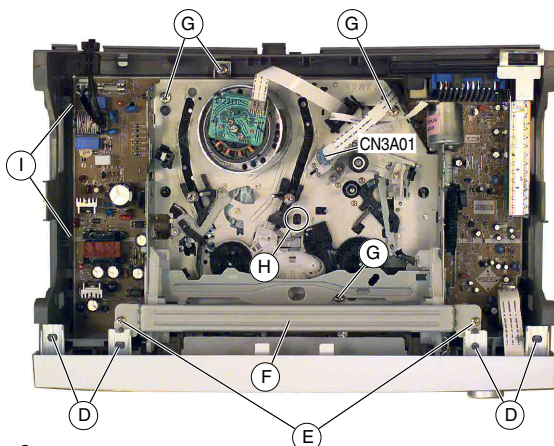

Fig. 3
- Frontblende an der Unterseite nach vorne klappen und an den oberen Haken (D) (Fig. 3) aushängen.
- 2 Schrauben (E) (Fig. 3) herausdrehen und Bügel (F) abnehmen.
- Steckverbindung zum Kombikopf (Fig. 3, CN3A01) lösen.
- 4 Schrauben (G) (Fig. 3) herausdrehen.
- Beim Aufsetzen des Laufwerkes auf die Chassisplatte ist darauf zu achten, dass die Sendediode LD601 für Bandanfang- und Bandende-Kennung durch das Loch (H) (Fig. 3) des Laufwerkes geführt wird. Das Laufwerk muss leicht auf der Chassisplatte aufzusetzen sein, damit die Steckverbindungen zur Chassisplatte richtig kontaktieren.
- Turn the lower edge of the front panel towards the front and detach the panel from the upper clamps (D) (Fig. 3).
- Undo the 2 screws (E) (Fig. 3) then remove the bow (F).
- Unplug the plug-in connector to the combi head (Fig. 3, CN3A01).
- Undo the 4 screws (G) (Fig. 3).
- When placing the drive mechanism on the chassis board make sure that the transmitter diode LD601 for the tape beginning and tape end detection is passed through the hole (H) (Fig. 3) of the drive mechanism. It must be possible to place the drive mechanism easily on the chassis board to ensure that the plug-in connectors have a good contact with the chassis board.
- Rastnasen (I) (Fig. 3) lösen, Chassisplatte hinten anheben und nach oben vorsichtig herausnehmen.
- Release the locking lugs (I) (Fig. 3) then lift the chassis board at the rear side and carefully remove in upward direction.